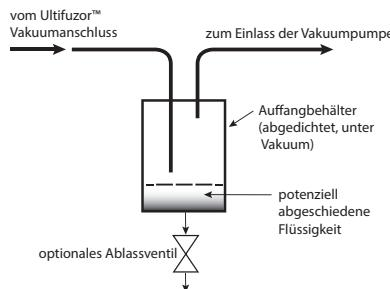

Abbildung 3: Schema einer Kondensatfalle
- 3.4 Um zu verhindern, dass kondensierbare Dämpfe oder flüssige Tinte (im Fall eines Schadens am UltiFuzor™ Modul) in die Vakuumquelle gelangt, sollte ein Flüssigkeitsabscheider (Kondensatfalle) zwischen dem Vakuumanschluss des Moduls und der Vakuumpumpe (Abbildung 3) angeordnet werden. Die Kühlung dieses Behälters, sowie eine einfache Entleerbarkeit stellen sicher, dass kein Lösemittel aus der Tinte in das Vakumsystem gesaugt wird.